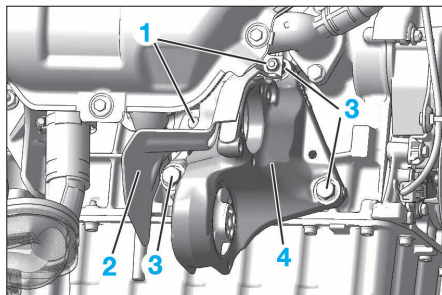
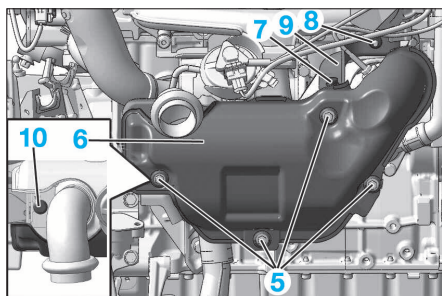

FIG. 46
FIG. 47
- Déposer (Fig.46) :
- les écrous (1) et vis (3) puis le palier de transmission droite (4)
- l'écran thermique (2)
- Déposer (Fig.47) :
- les vis (5)
- l'écran thermique du pré-catalyseur avant (6)
- les fixations (7) et (8)
- le support supérieur de pré-catalyseur (9)